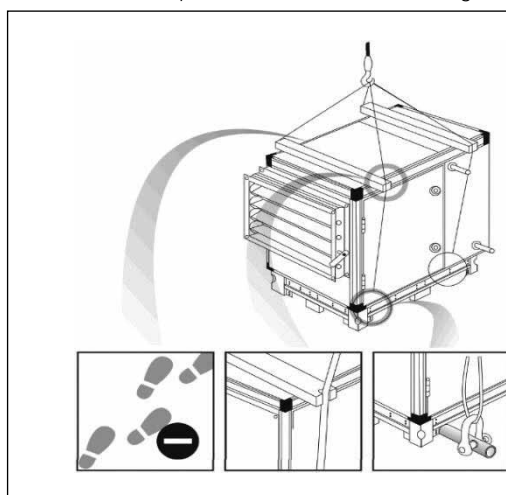

Fig. 3
Si l'appareil est transporté à l'aide d'une grue, utiliser les trous sur le socle du châssis de transport (voir Fig. 3).
4. Les entretoises permettent d'éviter les dommages que la chaîne ou le câble pourrait causer à l'appareil (voir Fig. 3).